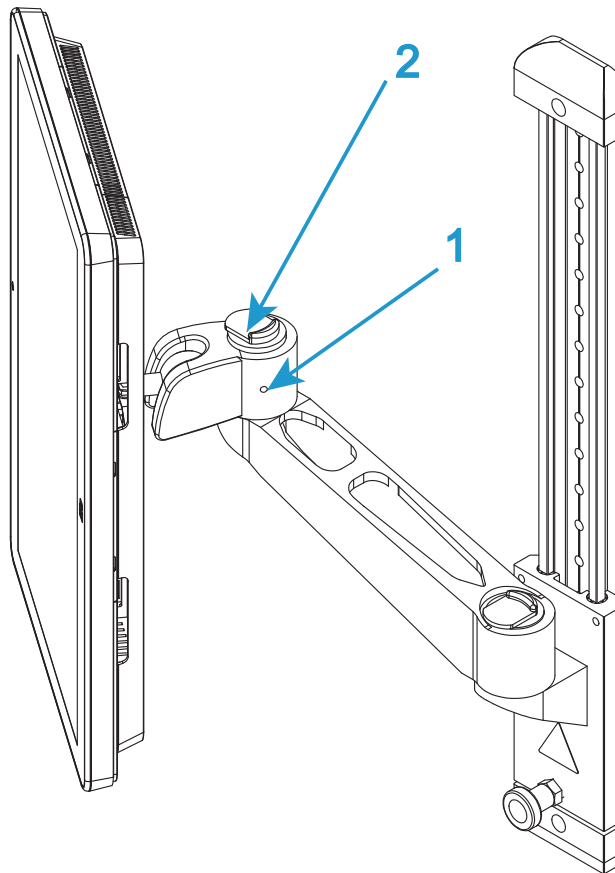
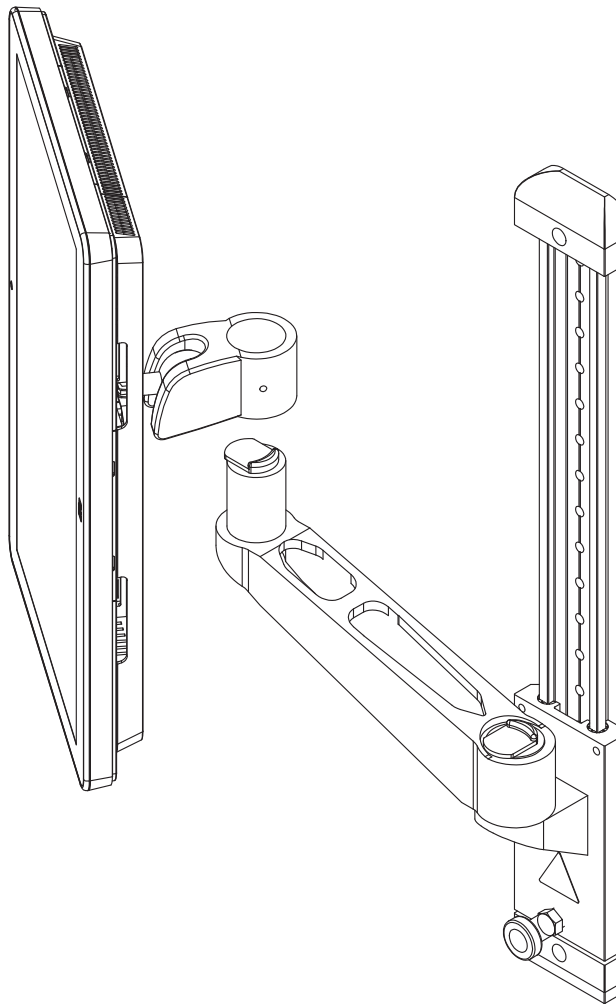

Abbildung 12. Montagearm
Abbildung 13. Zum Entfernen anheben
3. Wenn erforderlich, lösen Sie den Gewindestift an der Seite des Ellbogens am Montagearm (1 in Abbildung 12 auf Seite 50).
4. Betätigen Sie den Entriegelungsmechanismus oben am Ellbogen (2 in Abbildung 12 auf Seite 50) und heben Sie den Bluehill® Bedienerdashboard vom Montagearm (Abbildung 13 auf Seite 51) ab.